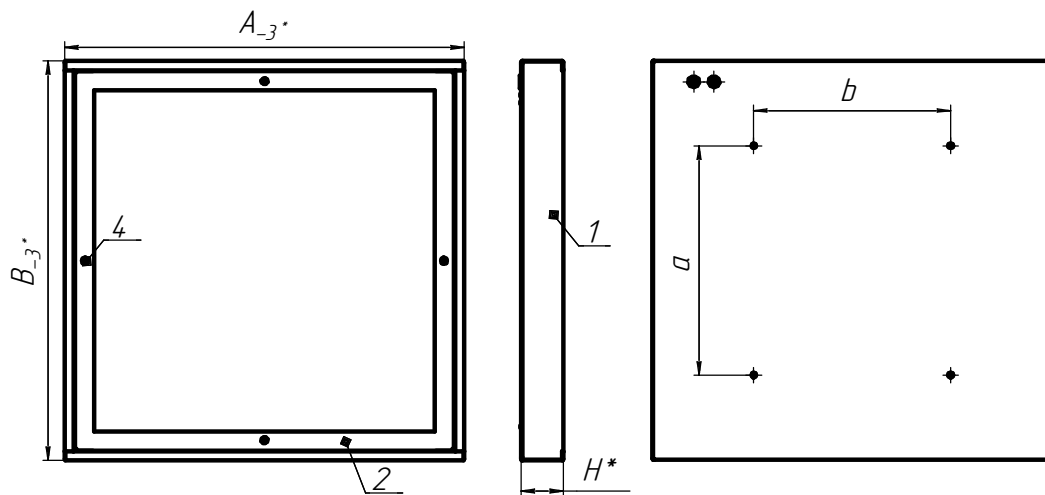

Рисунок 1 - Светильник ДПО15
6.3 Снимите обечайку (поз.2) рисунок 1, предварительно открутив 4 винта (поз.4).
6.8 Установите обечайку в сборе (поз.2) рисунок 1, на корпус в сборе (поз.1), предварительно закрутив 4 винта при помощи отвертки (поз.3).